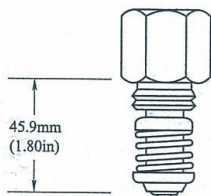

图 1-406 记录节温器开启时的温度
5) 记录节温器开启时的温度, 见图 1-406。当温度达到 104℃ 或 116℃ 时, 节温器必须完全伸长到至少 45.9mm。如果节温器未按上述状态工作, 应当更换。